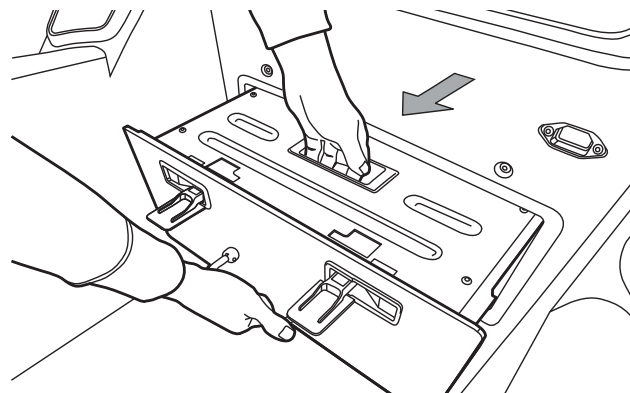

图 38: 将电池模块滑出 SE-3 Patroller
4. 握住电池模块的前手柄和顶部手柄（图 38）。将电池模块完全滑出。